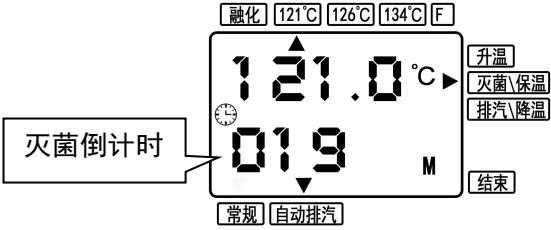

图 19
- (2) 锅内温度升至灭菌温度后，处于灭菌过程状态，并进入灭菌倒计时界面（图 19）。